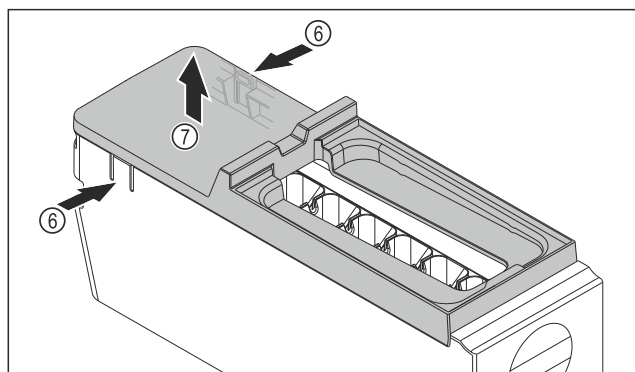

Fig. 83
- ▶ Abdeckung des EasyTwist-Ice-Körpers entnehmen: Laschen Fig. 83 (6) an den beiden Seiten des EasyTwist-Ice-Körpers mit einer Hand drücken.
- ▶ Abdeckung Fig. 83 (7) mit der anderen Hand nach oben entnehmen.